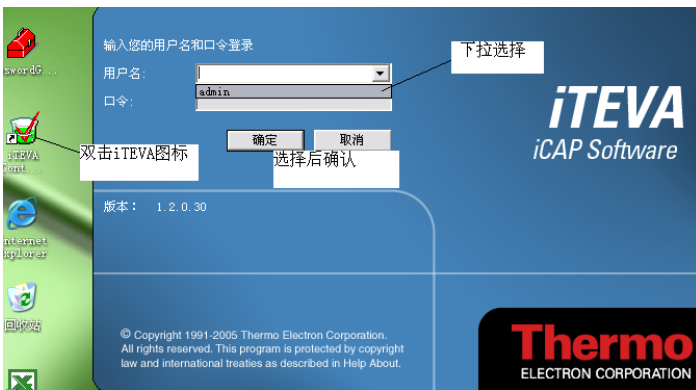

图 1
1.4 打开电脑、显示器和打印机。启动 iTEVA 软件，双击电脑桌面上的图标出现如下图 1 显示界面，下拉选择 admin 后点击确认，进入软件主界面(图 2)。